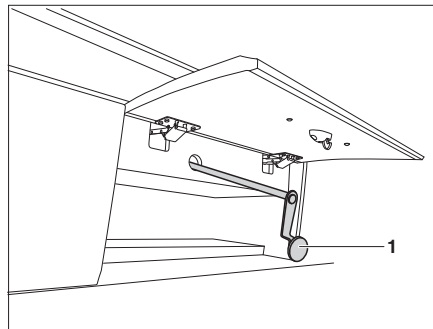

Fig. 148 Mando de emergencia de la cama elevada eléctrica
- ▷ Durante un corte de corriente, la cama elevada eléctrica también puede ser accionada con una manivela de emergencia (Fig. 148). Ésta se encuentra detrás de una trampilla del compartimento.